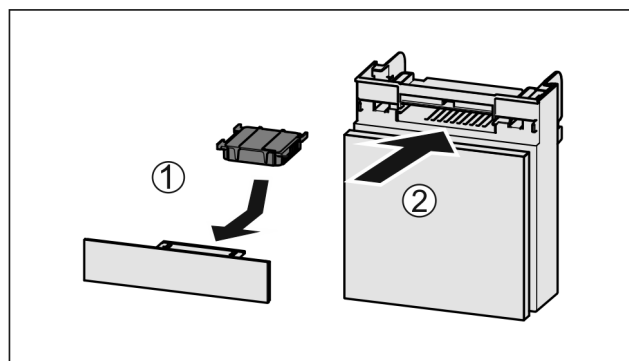

Fig. 176
- Sätt in Fig. 176 (1) aktivtkolfiltret enligt bilden.
- Skjut in Fig. 176 (2) lådan.